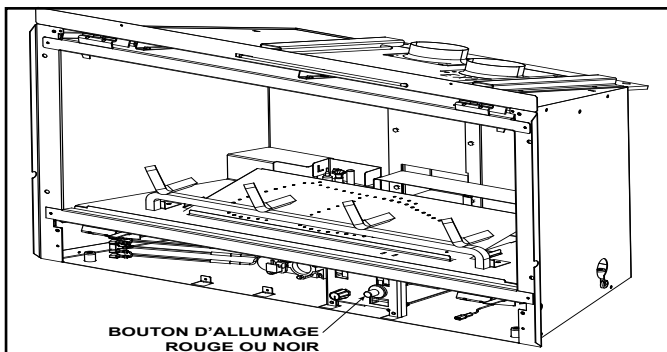

Figure 10.1 Bouton d'allumeur
- Un bouton d'allumage rouge ou noir (comme le dé montre la Figure 10.1) indique que ce poêle est muni d'un système d'allumage à veilleuse permanente.